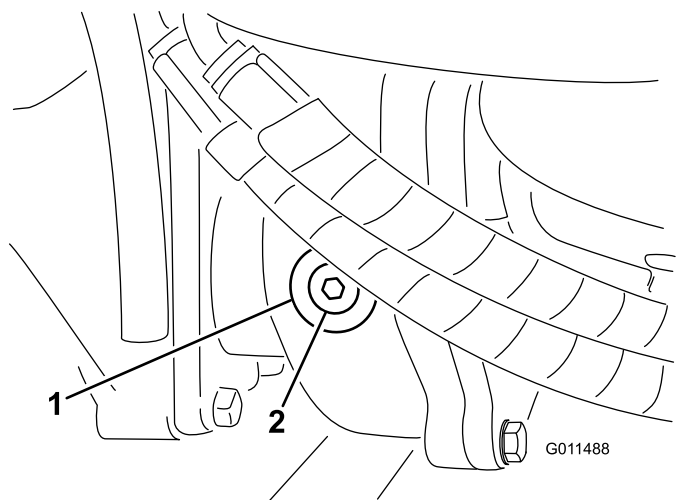

Figura 16
2. Retire o tampão de verificação/enchimento que se encontra na zona esquerda da caixa de engrenagens e certifique-se de que existe lubrificante até ao fundo do orifício (Figura 16).